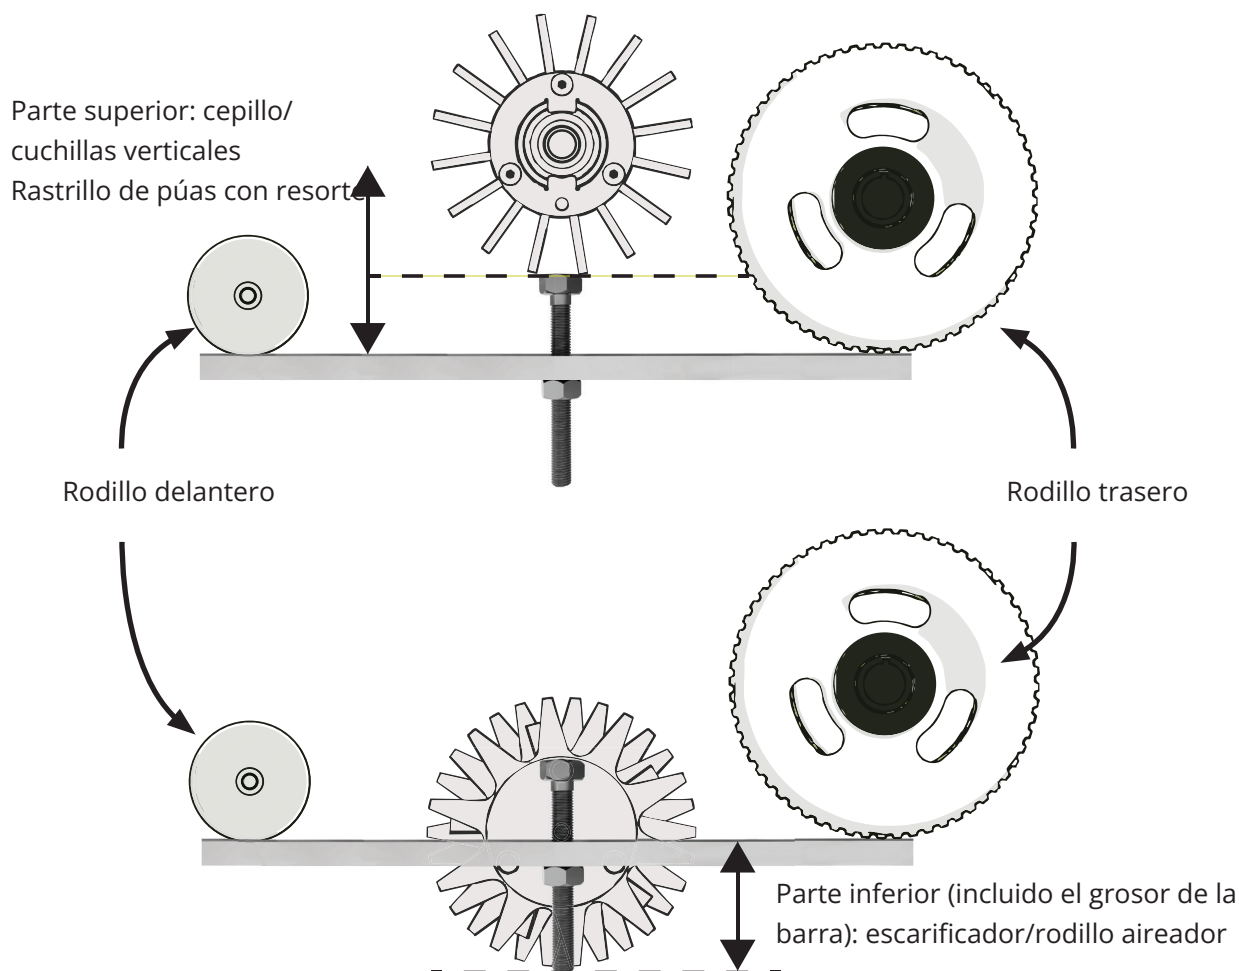

Fig. 13 - Ajuste de la medición de la barra para casetes por encima/debajo del terreno
la regla hasta alcanzar la distancia deseada por encima o por debajo de la barra de ajuste (hasta la cabeza o el extremo, respectivamente) (Fig. 13). Recuerde:
7. Haga girar el engranaje dentado para subir o bajar el rodillo delantero. Mientras lo hace, vuelva a colocar la barra de ajuste entre los rodillos delantero y trasero. Deje de ajustar cuando las puntas de las cerdas/los cortadores verticales estén al mismo nivel que la cabeza del perno, o cuando las puntas del escarificador/rodillo aireador estén al mismo nivel que el extremo del perno. (Fig. 13). Apriete ligeramente la tuerca de sujeción superior.